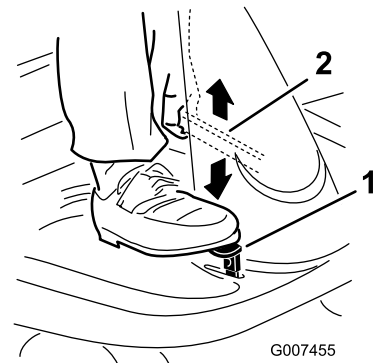

Figure 5
1. Appuyez sur la pédale de frein et maintenez-la enfoncée (Figure 5).
2. Relevez le levier de frein de stationnement (Figure 5) et relâchez progressivement la pédale de frein.
1. Appuyez sur la pédale de frein (Figure 5) et maintenez-la enfoncée.
2. Appuyez sur le levier du frein de stationnement (Figure 5) et relâchez progressivement la pédale de frein.